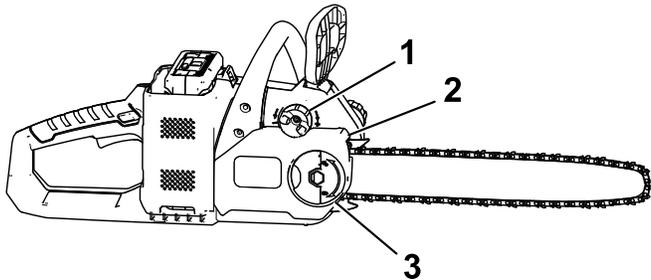

Figura 29
5. Apriete la tuerca de orejeta hasta que esté ajustada (Figura 29).
2. Retire la tuerca de orejeta que sujeta la cubierta (Figura 29).
3. Afloje la cadena girando el tornillo de apretado de la cadena en el sentido contrario a las agujas del reloj (Figura 29).